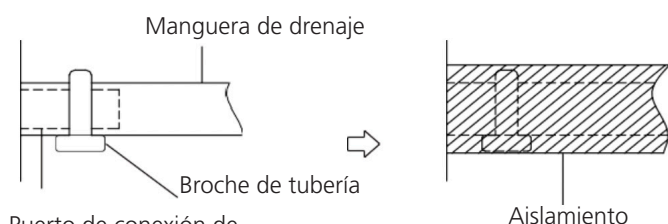

Fig. 5.1
2. Coloque la boca de la manguera de desagüe a la tubería de salida de la unidad. La vaina de la boca de la manguera y sujetarlo firmemente con un cierre de tubería. (**Fig. 5.1**).